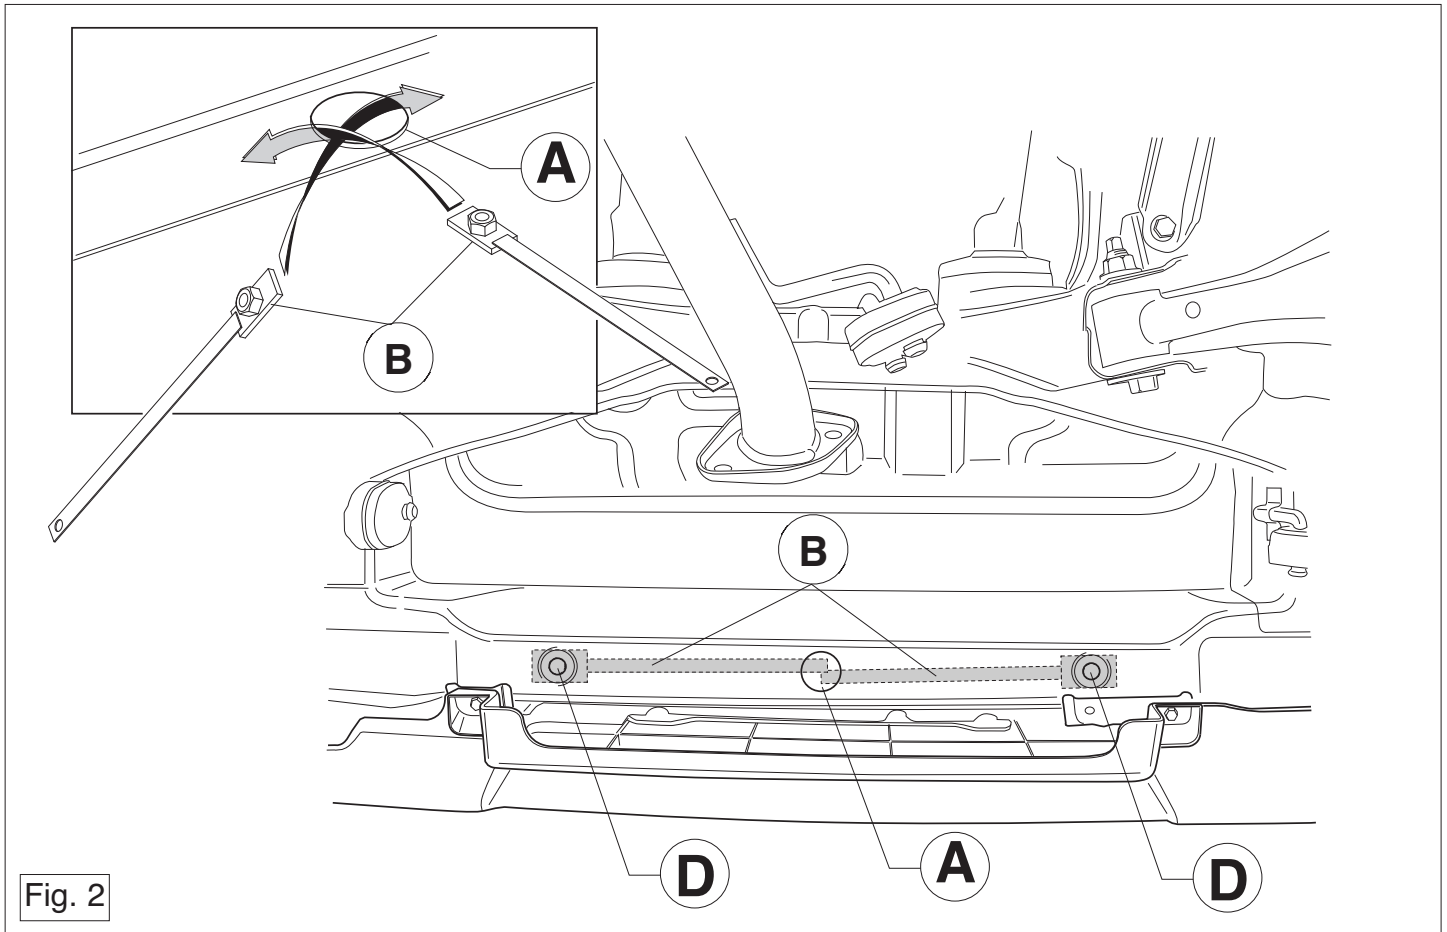

Fig. 2
5. Поставить на внутренней стороне шасси две полосы В. См. рисунок 2.